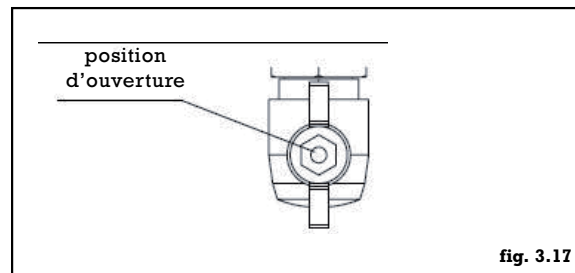

fig. 3.17
- ouvrir le robinet gaz de la chaudière (fig. 3.17)